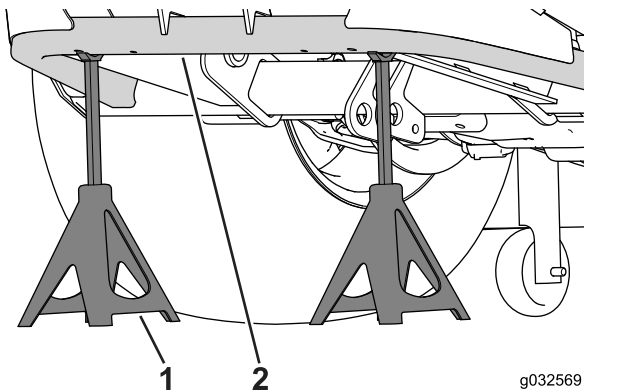

Bild 76
2. Heben Sie die Hinterräder mit einem Wagenheber an und stützen den Rahmen dann mit Achsständern ab (Bild 76).